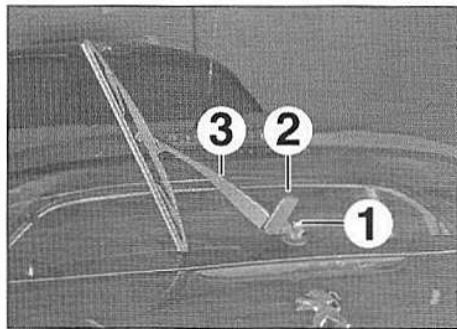

FIG.102
- Soulever le cache-écrou (1) (Fig.102).
- l'écrou (2),
- le bras d'essui-vitre arrière (3).